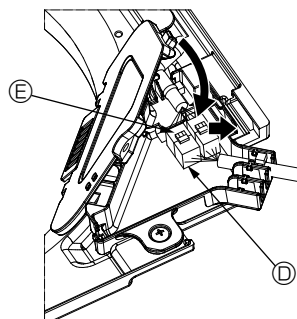

Fig. 10-9
- 3 Закройте крышку коннекторной коробки. Закрывая крышку коннекторной коробки, сдвиньте крышку в направлении, указанном стрелкой, и убедитесь, что выступ надежно вставлен. (Fig. 10-9)